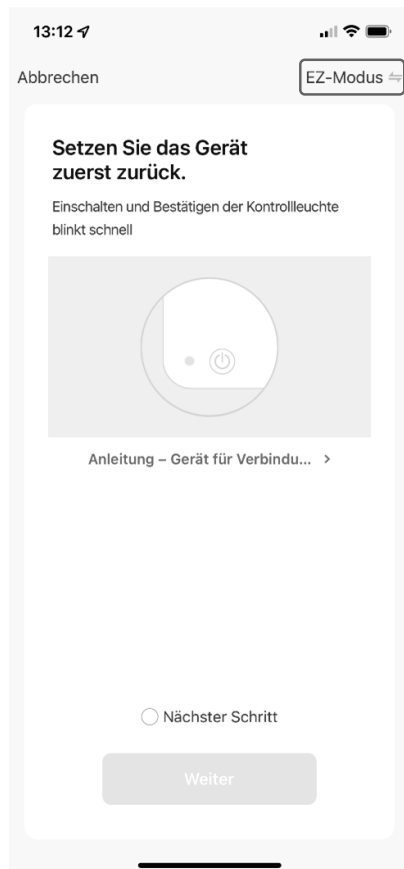

Abb. 4
- Tippen Sie nun oben rechts auf EZ-MODUS (**s. Abb. 4**).